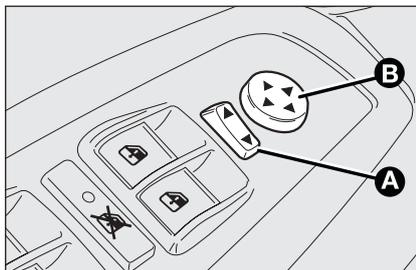

fig. 35
- mediante il selettore **A-fig. 35** selezionare lo specchio (sinistro o destro) su cui eseguire la regolazione;